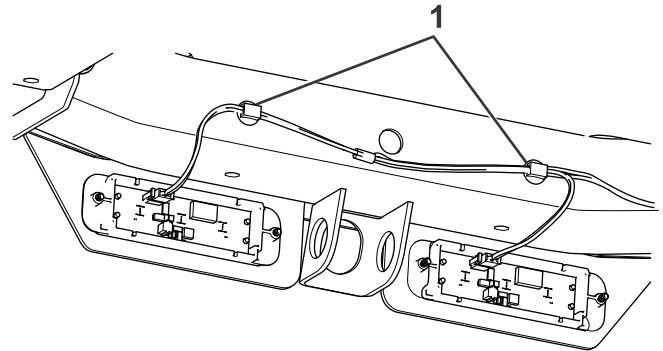

Figure 7
- Branchez le faisceau à l'arrière des feux et attachez-le au profilé avant du cadre avec les clips (Figure 7).